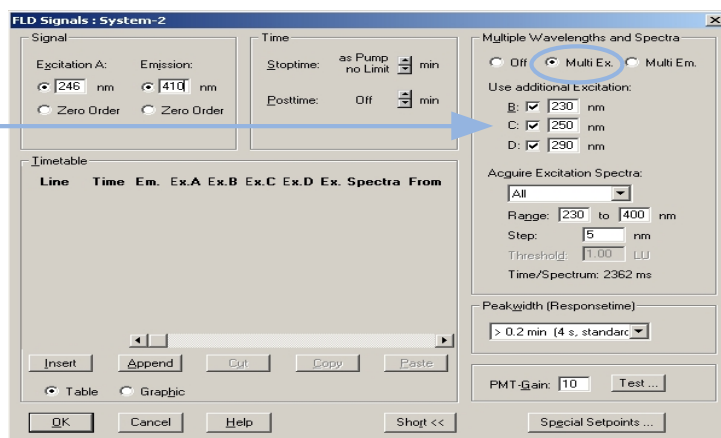

Figura 26 Parámetros del detector de fluorescencia
- 2 Fije los valores del detector de fluorescencia según la Figura 26 en la página 77.